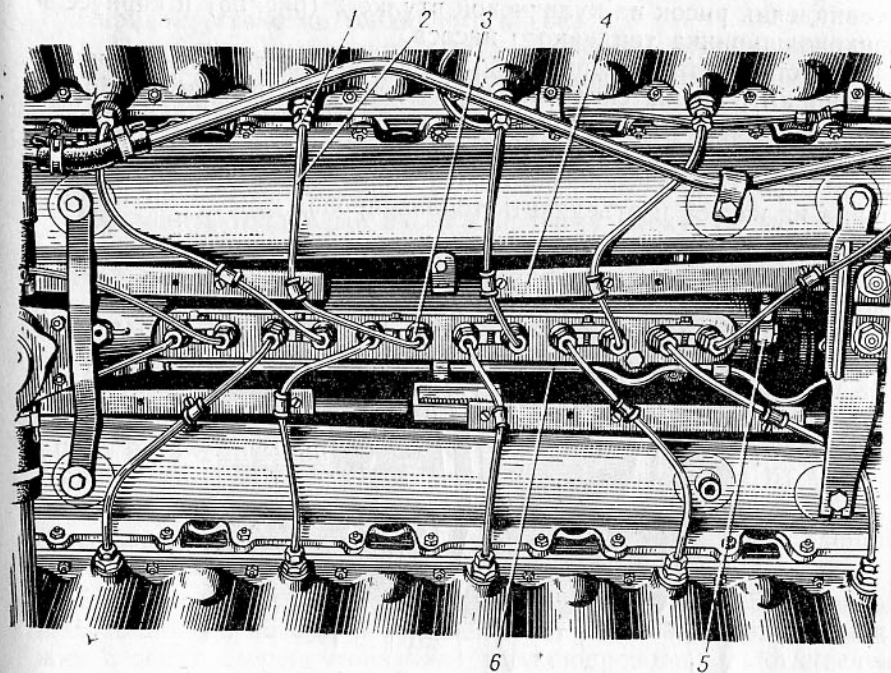

Рис. 53. Установка топливного насоса:
6. Вывернуть гайки 1, 3 (рис. 53) топливопроводов 2 высокого давления, отъединить топливопроводы от крышек головок блока и насоса и снять топливопроводы в сборе с соединительными планками 4. Закрыть отверстия штуцеров насоса и крышек заглушками.
5. Присоединить к насосу топливопровод 5 (рис. 53), подводящий топливо к насосу, и закрепить его зажимным болтом, подложив с обеих сторон угольника топливопровода уплотнительные прокладки. Зашплинтовать зажимной болт проволокой.
6. Вывернуть штуцерную гайку 1 (рис. 53) и отвернуть накладную гайку 3 крепления топливопровода 2 высокого давления и отъединить топливопровод от заменяемой форсунки.
4. Установить топливопровод 2 (рис. 53) высокого давления заменяемой форсунки и закрепить его штуцерной гайкой 1 на корпусе форсунки и накидной гайкой 3 на топливном насосе.